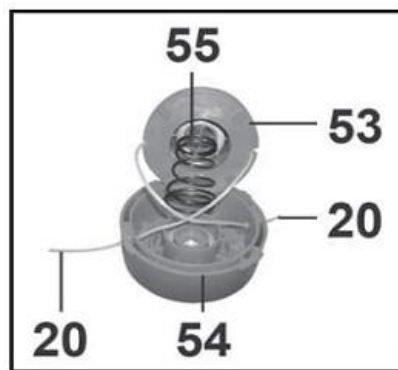

Рис. 21
- Вставьте оба конца лески (20) в отверстия в корпусе катушки (54), установите аккуратно пружину (55) в направляющие в корпусе катушки (54) и в шпульке (53) (Рис. 21).